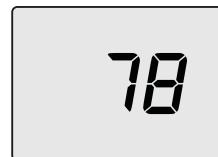

Рисунок 9.14
- Нажав кнопку 14, можно изменять значение мощности в режиме "трубочист", например, при появлении на ЖК-дисплее **cP**, сменяющегося значением температуры воды для отопления (например, **78**), "режим трубочист" работает при максимальной мощности отопления (Рисунок 9.14).